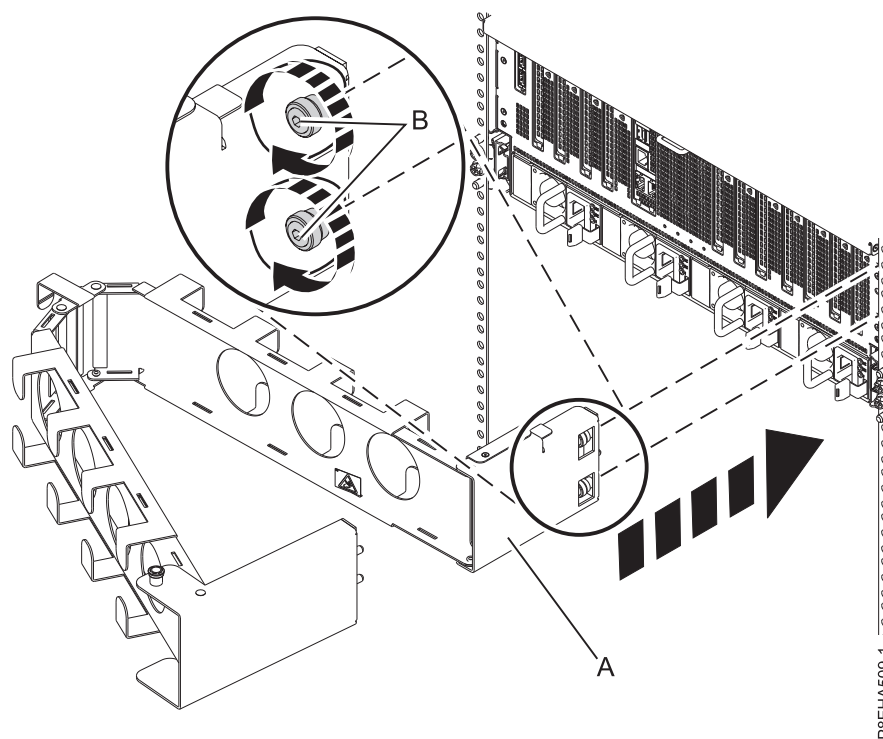

Figure 17. Fixation de la plaque intérieure au châssis du système
1. Fixez la plaque intérieure (A) au châssis du système en serrant à la main les deux vis captives (B) dans les trous taraudés du châssis, comme illustré à la figure 17, à la page 17. Utilisez ensuite le tournevis torx T25 fourni avec votre système pour finir de serrer les boulons.